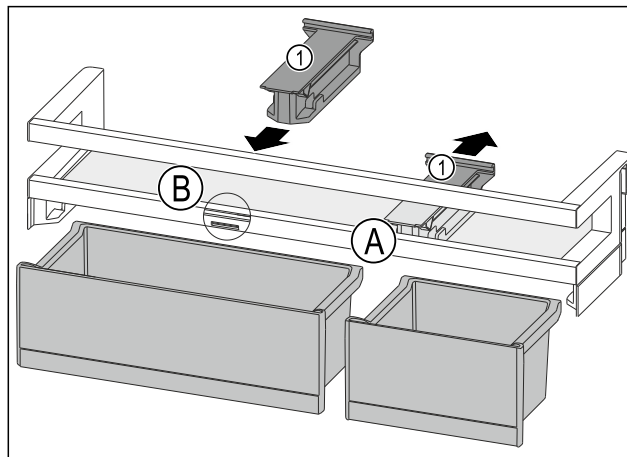

Fig. 188
- ▶ Кріпильний елемент Fig. 188 (1) у положенні Fig. 188 (A) витягніть рухом донизу.
- ▶ Кріпильний елемент Fig. 188 (1) вставте у положення Fig. 188 (B).